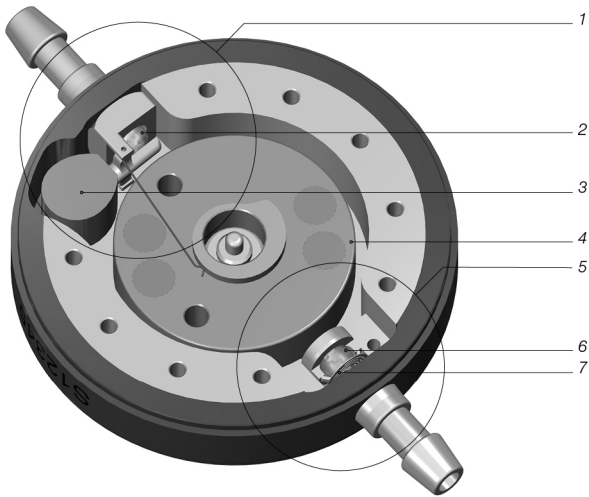

Fig. 1: Sección transversal de la M.blue
La *M.blue* es una válvula fabricada en titanio. Se compone de una unidad gravitacional ajustable y de una unidad de presión diferencial (fig. 1). La unidad gravitacional (1), situada en el extremo proximal de la válvula, lleva un contrapeso de tántalo (3) que retiene una esfera de zafiro en el asiento de la esfera por medio de una palanca (2). En función de la posición corporal del paciente va cambiando la influencia del contrapeso de tántalo sobre la esfera de zafiro y, con ello, la presión de apertura de la válvula. Mediante un rotor (4) se puede ajustar a través de la piel la pretensión del muelle de varilla que va unido a la palanca. De esta forma se puede regular la influencia del contrapeso de tántalo sobre la